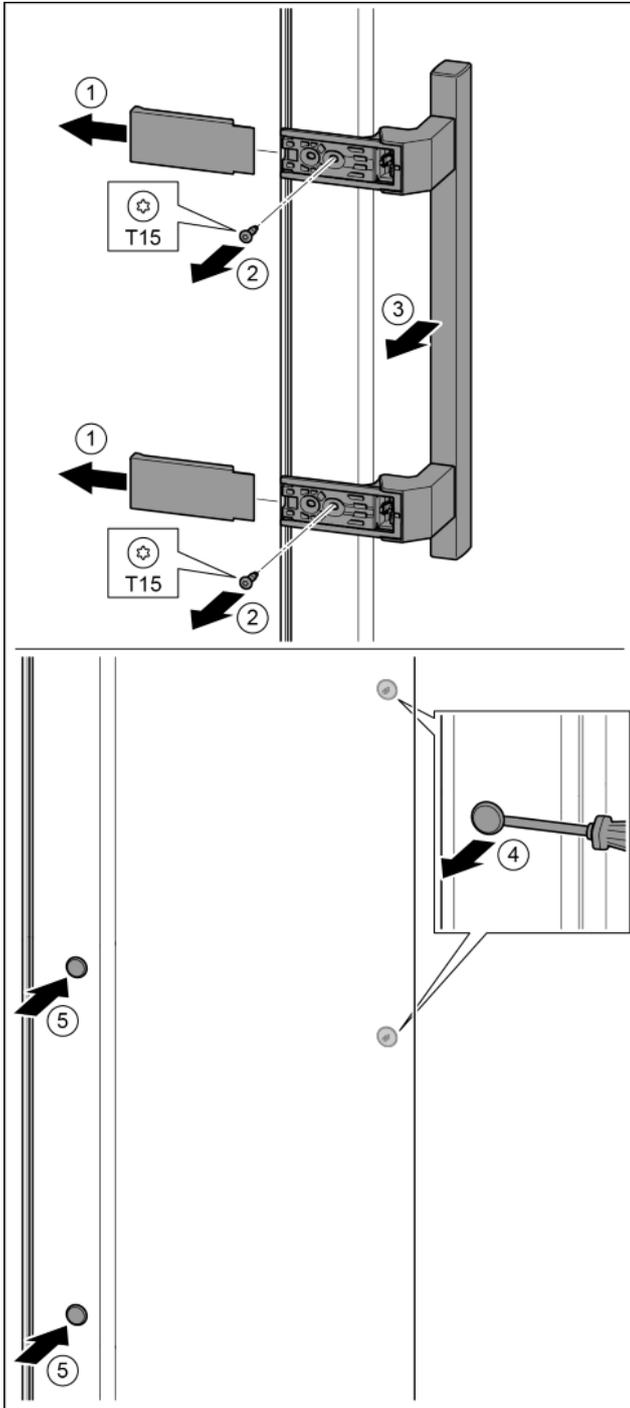

Fig. 36
- ▶ togliere la copertura. *Fig. 36 (1)*
- ▶ Con il cacciavite T15 svitare le viti. *Fig. 36 (2)*
- ▶ Togliere la maniglia. *Fig. 36 (3)*
- ▶ Con un cacciavite sollevare con attenzione i tappi laterali ed estrarli. *Fig. 36 (4)*
- ▶ Inserire nuovamente i tappi sull'altro lato. *Fig. 36 (5)*